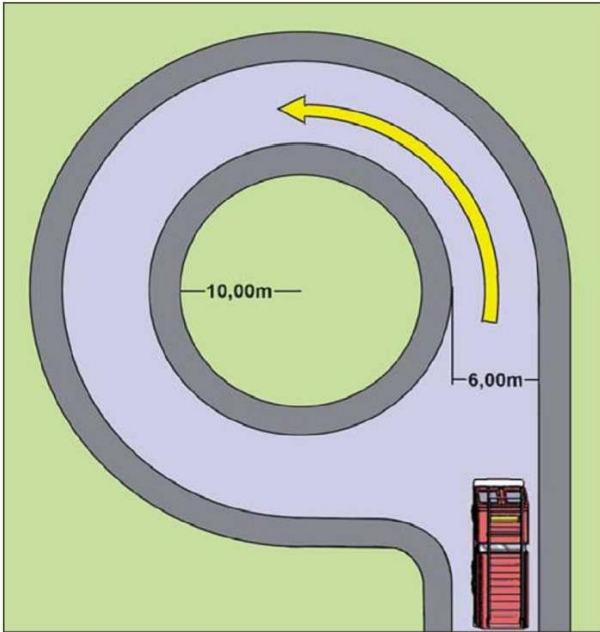
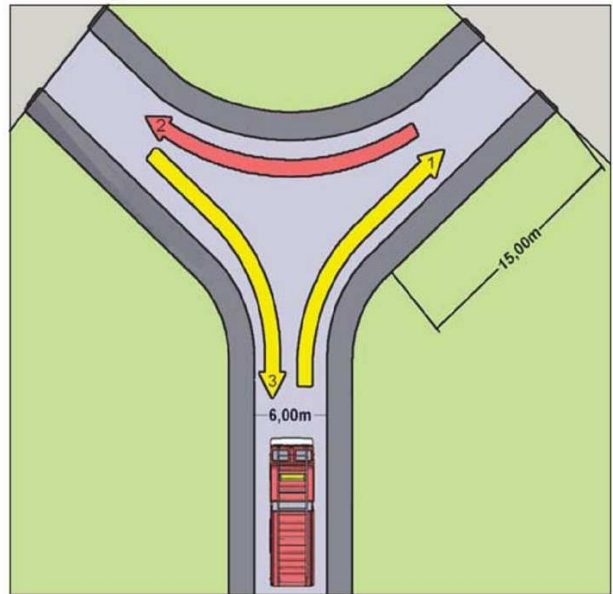
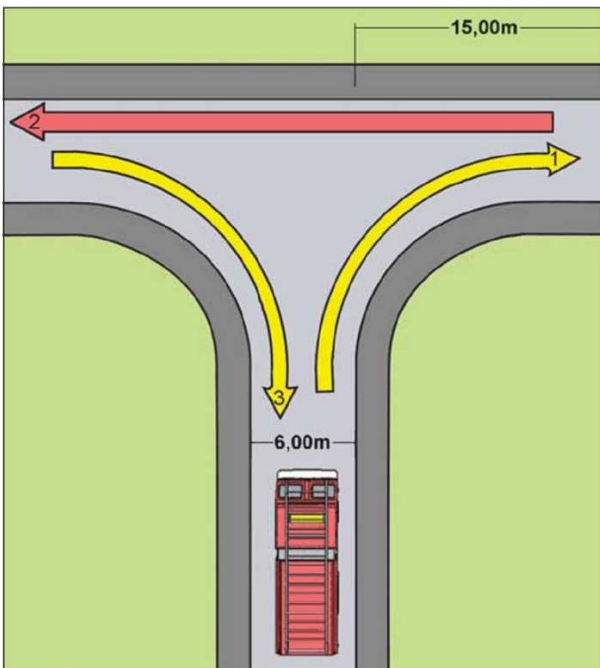

Figura 1: Retorno circular
Figura 2: Retorno em formato de "Y"
Figura 3: Retorno em formato de "T"
5.1.4 A via urbana que exceda 45 m de comprimento deve possuir retorno circular (Figura 1), retorno em formato de “Y”(Figura 2) ou retorno em formato de “T” (Figura 3), respeitadas as medidas mínimas indicadas.